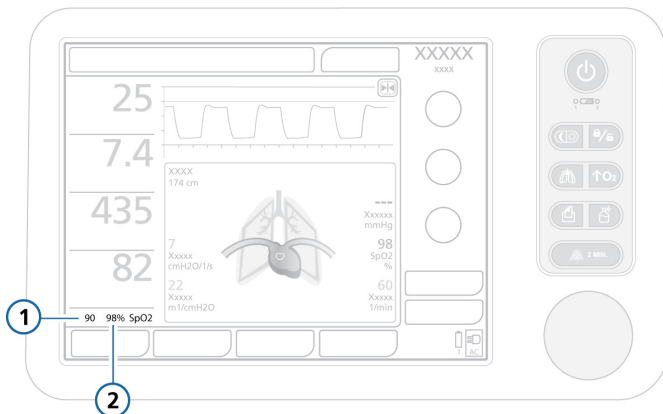

图 J-5. 主显示屏中的氧饱和度数据
启用氧饱和度监测时 (在“系统 > 传感器开/关”窗口中), 氧饱和度低报警限值和测得的氧饱和度值会始终显示, 位于 MMP 列表下方, 如图 J-5 所示。
- 启用氧饱和度监测时（在“系统 > 传感器 开/关”窗口中），氧饱和度低报警限值和测得的氧饱和度值会始终显示在 MMP 列表下方，如图 J-5 所示（第 J.4.2 节）。
启用氧饱和度监测时 (在“系统 > 传感器 开/关”窗口中), 氧饱和度低报警限值和测得的氧饱和度值会始终显示在 MMP 列表下方, 如图 J-5 所示 (第 J.4.2 节)。